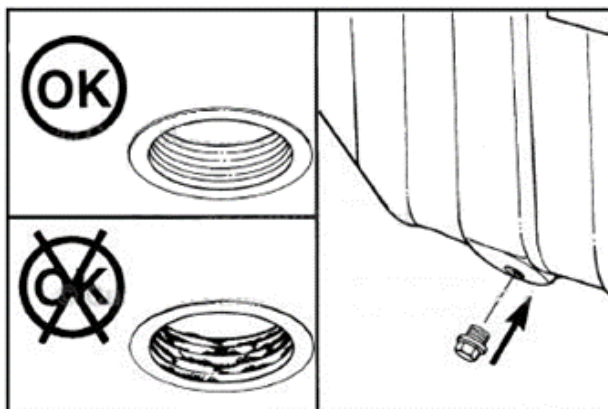

Рисунок 5.12. Осмотр состояния резьбы и уплотняющей поверхности масляного картера
- ▶ Почистить и осмотреть резьбу и уплотняющую поверхность пробки с картером (в случае обнаружения повреждений, заменить) рис. 5.12.